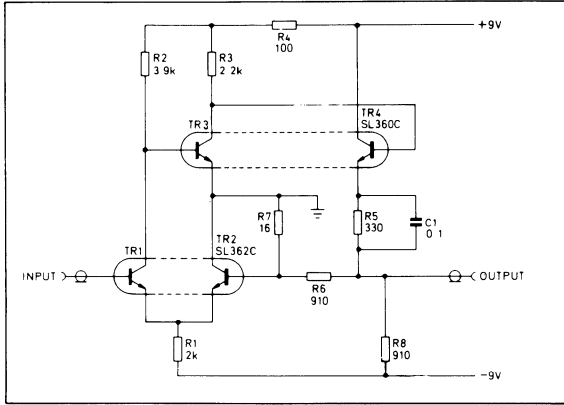

Fig. 6 Circuit diagram
**SIMPLE FEEDBACK AMPLIFIER (FIG.6)**